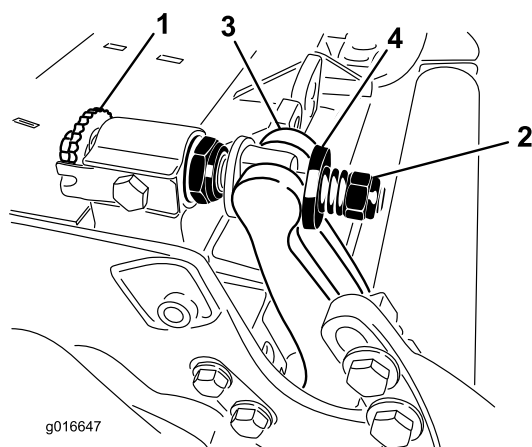

Figura 28
1. Ruotate le viti di regolazione della barra di appoggio in senso antiorario per allontanare la controlama dal cilindro (Figura 28).
2. Allentate il dado di tensione della molla, finché la rondella non sarà più in tensione contro la barra di appoggio (Figura 28).